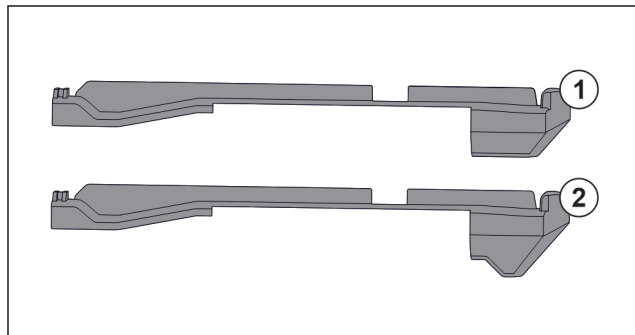

Fig. 125 Сравнение на наставките
В уреда има два вида наставки. Наставката над най-долното чекмедже Fig. 125 (2) има триъгълен ръб. Всички останали наставки Fig. 125 (1) имат прав ръб.
- Поставете наставката Fig. 125 (2) с триъгълния ръб над най-долното чекмедже.
- Поставете наставка Fig. 125 (1) с прав ръб на всички останали места.